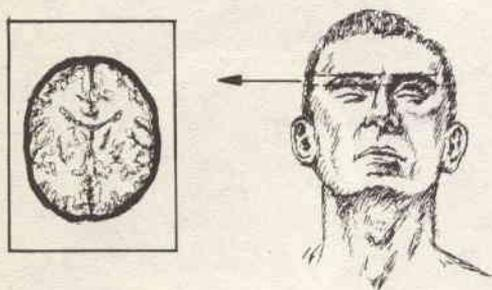

figura 3 - Con l'ausilio del TAC si può esaminare una singola fetta distinguendo bene fra osso e cervello.
- 3) supporto (figura 3)
In figura 2 si vede tutto ciò che occorrerà fare per realizzare il sistema. La parte in basso accoglie il mast (terminazione) del vostro sostegno. La strana forma è dovuta al fatto che i rotori passanti sono nati per far ruotare e **non elevare** una antenna. Dunque il peso delle antenne, che deve essere **bilanciato** sui due bracci, deve essere scaricato altrove e non sul rotore di zenit. A tal fine provvede una coppia di supporti simmetrici di cui uno, in particolare, è evidenziato in figura 3. Il tubo, passante nel rotore di zenit, attraverso questi supporti, sostenuti meccanicamente da due tiranti di ferro che permettono di scaricare il peso.